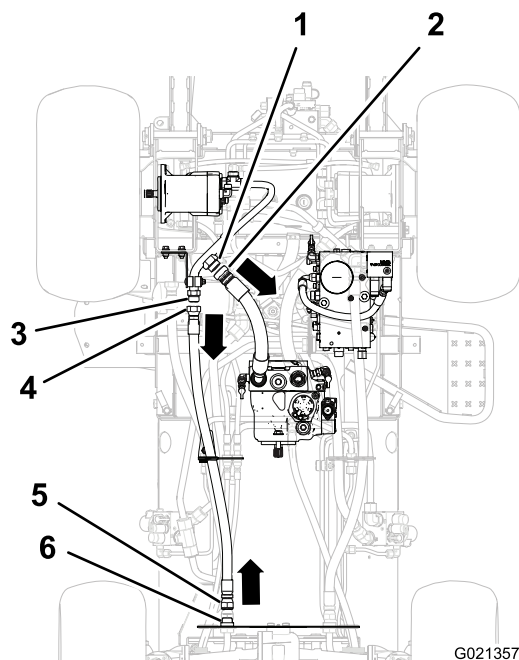

Figura 2
2. Remova o encaixe dianteiro da mangueira de pressão hidráulica do encaixe do meio do tubo divisor e permita que o fluido hidráulico drene da mangueira e do tubo (Figura 2).
4. Remova o encaixe dianteiro da mangueira de tracção traseira do encaixe traseiro do tubo divisor (Figura 2).
5. Remova o encaixe traseiro da mangueira de tracção traseira do acessório da divisória na divisória perto do eixo da direcção (Figura 2).